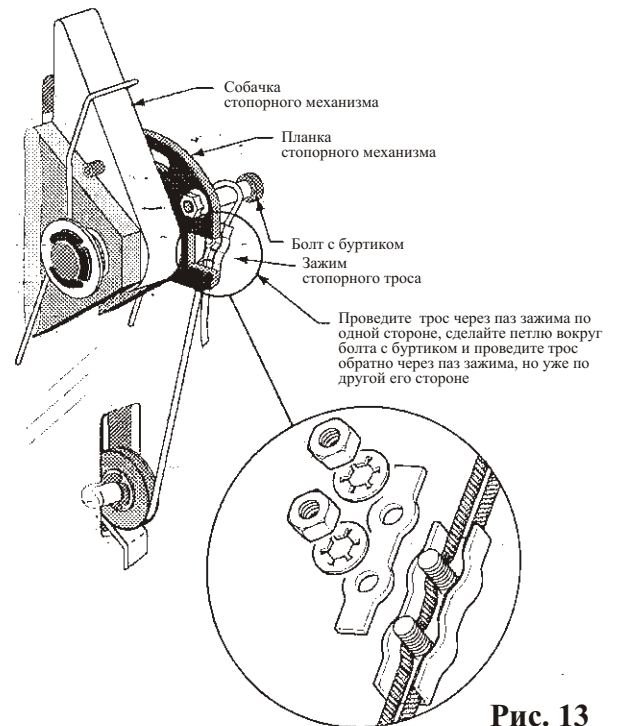

Рис. 13
- Е) Направьте стопорный трос внутрь левой колонны и проведите его через паз соответствующего ролика. Таким образом трос должен выйти наружу из левой колонны подъемника (рис. 13).
- И) Проведите стопорный трос через паз специального зажима с одной его стороны, сделайте петлю вокруг болта с буртиком, располагающегося на планке стопорного механизма, и проведите трос обратно через паз зажима по другой его стороне (рис. 13). Поместите крышку зажима на свое место и слегка закрутите болты зажима.